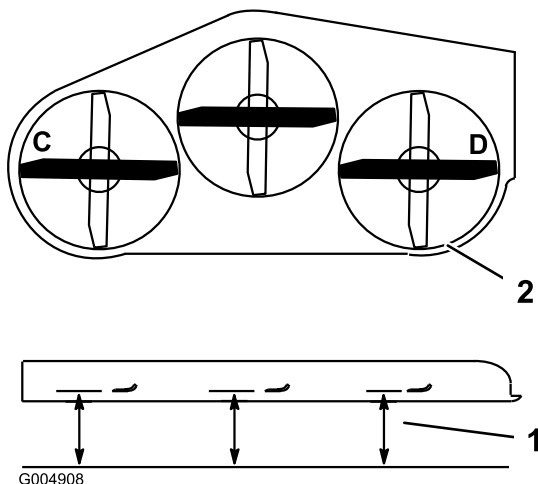

Figura 60
2. Coloque las cuchillas en posición lateral. Mida la cuchilla en las posiciones **C** y **D** desde una superficie nivelada hasta el filo de corte de las cuchillas (Figura 60).